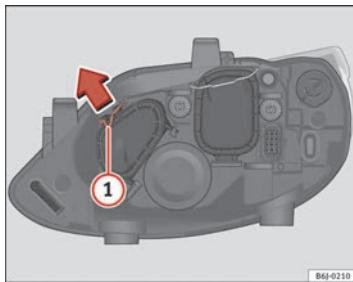

Fig. 151 Luz de carretera
- Desplace el tirante **①** en el sentido de la flecha y saque la tapa **⇒fig. 151**.